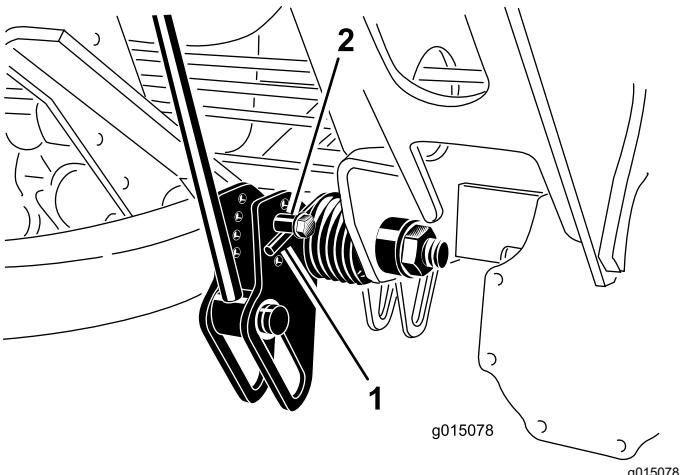

Figura 60
2. Infilate un tubo o un oggetto similare sull'estremità della molla lunga al fine di allentare la tensione della molla durante la messa a punto (Figura 60).
3. Mentre allentate la tensione della molla, togliete il bullone e il dado di bloccaggio che fissano l'attuatore della molla alla staffa (Figura 60).